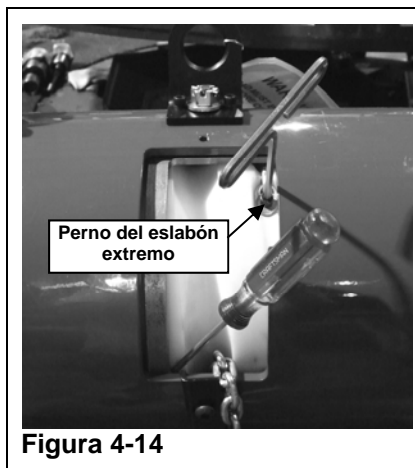

Figura 4-14
- Paso 8. Retire el perno del eslabón extremo y la arandela de la bobina y la cadena (Consulte Figura 4-14).
Paso 13. Vuelva a instalar el perno de 1/4-20 del eslabón extremo y la arandela en la cadena y la bobina y ajústelo hasta que quede fijo. (Consulte Figura 4-14)